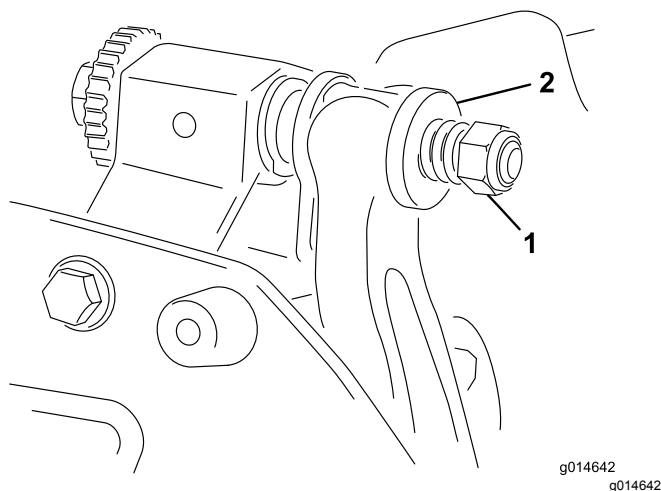

Figure 27
5. Serrez l'écrou de tension du ressort jusqu'à ce que les spires soient jointives, puis desserrez-le de 1/2 tour (Figure 27).